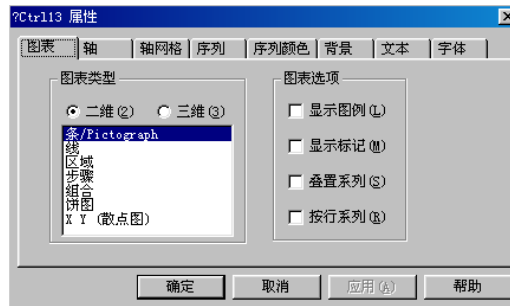

图 14.65 控件属性 1
3. 设置控件固有属性：在控件上单击右键，在弹出的快捷菜单上选择“控件属性”命令，弹出控件固有属性对话框，如下图 14.65 所示。